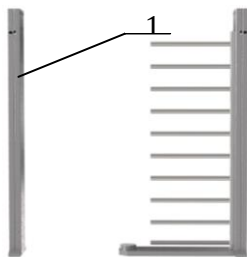
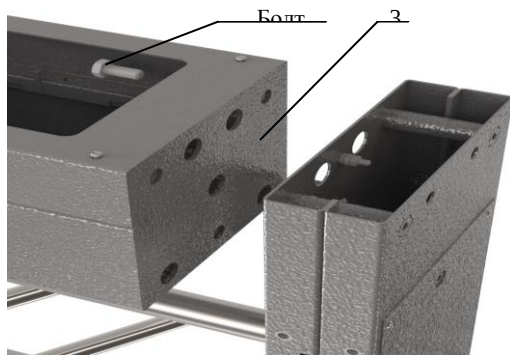

Рис. 2
Рис. 3
5.2. Корпус турникета необходимо заземлять. На боковом ребре внутри стойки крыла прохода секции внизу имеется основная клемма (М8) заземления; дополнительная клемма заземления (М6) находится на раме привода 3 (рис.3) турникета.
– положите на пол на боковую плоскость раму привода 3 (рис. 3), (предварительно постелив лист картона), рядом аналогично положите стойку крыла прохода 1 (рис.2) и стойку ограничения
Установка стойки прохода. Примерно на расстоянии 1,5м от стойки ограничителя прохода установить стойку прохода (рис.2,3)